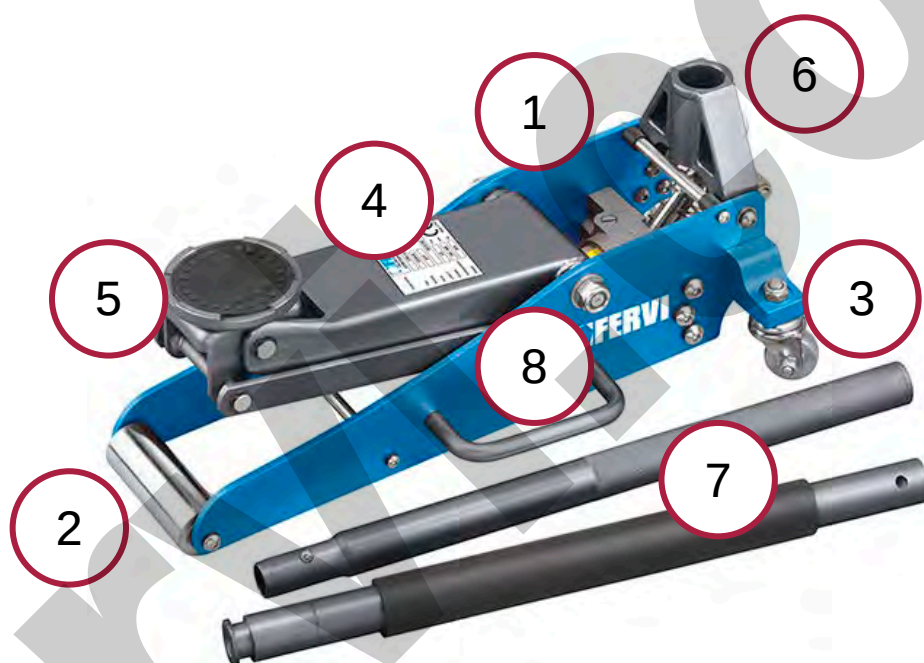

Figura 1 - Vista generale del cric a carrello.
Il Cric a carrello è formato da (vedere la Figura 1):
- la maniglia, sul telaio del Cric a carrello, per lo spostamento ed il trasporto (vedere rif.8 in Figura 1).
L'operatore dovrà afferrare e sollevare il Cric a carrello con una mano, sfruttando la maniglia di presa (vedere il rif.8 in Figura 1). Si consiglia, a tal proposito, di sfilare la leva di sollevamento.